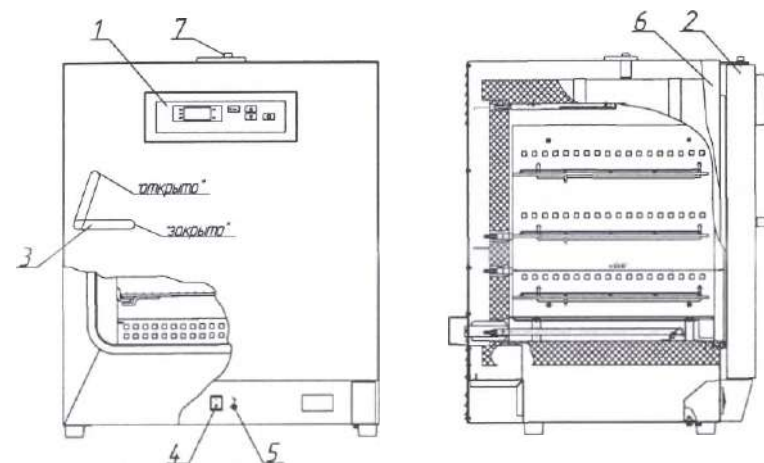
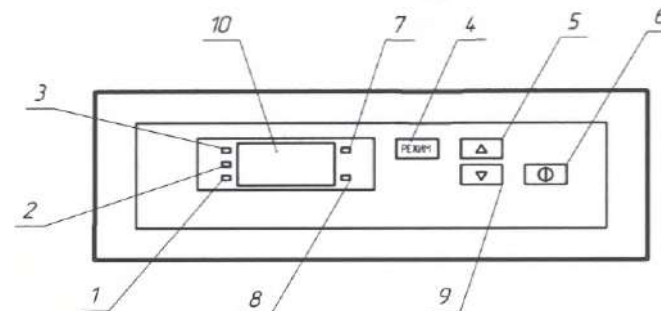

Рисунок 1. Общий вид.
Рисунок 2. Блок управления.
Установить выключатель (поз. 4, рис. 1) в положение "I". На блоке управления загорится индикатор (поз. 7, рис. 2), информационное табло (поз. 10, рис. 2) отображает текущую температуру в камере.
Для задания температуры сушки необходимо нажать на поле "РЕЖИМ" (поз. 4, рис. 2) и путем нажатия на одно из полей "Δ", "∇" (поз. 5, 9, рис. 2) установить требуемое значение.
Для запуска выбранного режима кратковременно (не более 2 сек) нажать на поле "I" (поз. 6, рис. 2). Шкаф перейдет в фазу «НАГРЕВ», начнет мигать индикатор "НАГРЕВ"/"ВЫДЕРЖКА" (поз. 3, рис. 2). Информационное табло индицирует изменение температуры в камере. Происходит нагрев до установленного значения температуры.
В фазе «ОХЛАЖДЕНИЕ» индикатор продолжает показывать изменение температуры в камере и горит индикатор "ОХЛАЖДЕНИЕ" (поз. 2, рис. 2). Температура в камере падает. При понижении температуры до 75 °C гаснет индикатор "ОХЛАЖДЕНИЕ", загорается индикатор "ВЫГРУЗКА" (поз. 1, рис. 2) и звучит прерывистый звуковой сигнал, который выключается через 1 минуту.
2.3.2 Установить выключатель (поз. 4, рис. 1) в положение " I ". На блоке управления загорится индикатор (поз. 7, рис. 2), информационное табло (поз.10, рис. 2) показывает текущую температуру в камере.
2.3.4 Шкаф запоминает в энергонезависимой памяти последний запущенный режим. Для его повторного запуска можно сразу после включения клавиши поз. 4, рис. 1, в положение " I ", нажать на поле " O " (поз. 6, рис. 2), не производя выбор вновь.
2.3.6 При достижении заданной температуры, шкаф переходит в фазу «ВЫДЕРЖКА». Включается светодиодный индикатор " ВЫДЕРЖКА " (поз. 3, рис. 2), информационное табло попеременно индицирует время выдержки и текущую температуру в камере. По истечении требуемого времени, необходимо завершить этап выдержки. Для завершения сушки необходимо удерживать поле " O " не менее 3-х секунд, шкаф перейдет в фазу «ОХЛАЖДЕНИЕ».
2.3.7 В фазе «ОХЛАЖДЕНИЕ» индикатор продолжает показывать изменение температуры в камере и горит индикатор "ОХЛАЖДЕНИЕ" (поз. 2, рис. 2). Температура в камере падает.
2.3.8 При понижении температуры до 75 °C гаснет индикатор "ОХЛАЖДЕНИЕ", загорается индикатор "ВЫГРУЗКА" (поз. 1, рис. 2) и звучит прерывистый звуковой сигнал (в течении 1 минуты), после чего можно открыть дверь и произвести выгрузку.
2.3.9 По окончании работы установить сетевой выключатель в положение "O" (поз. 4, рис. 1).